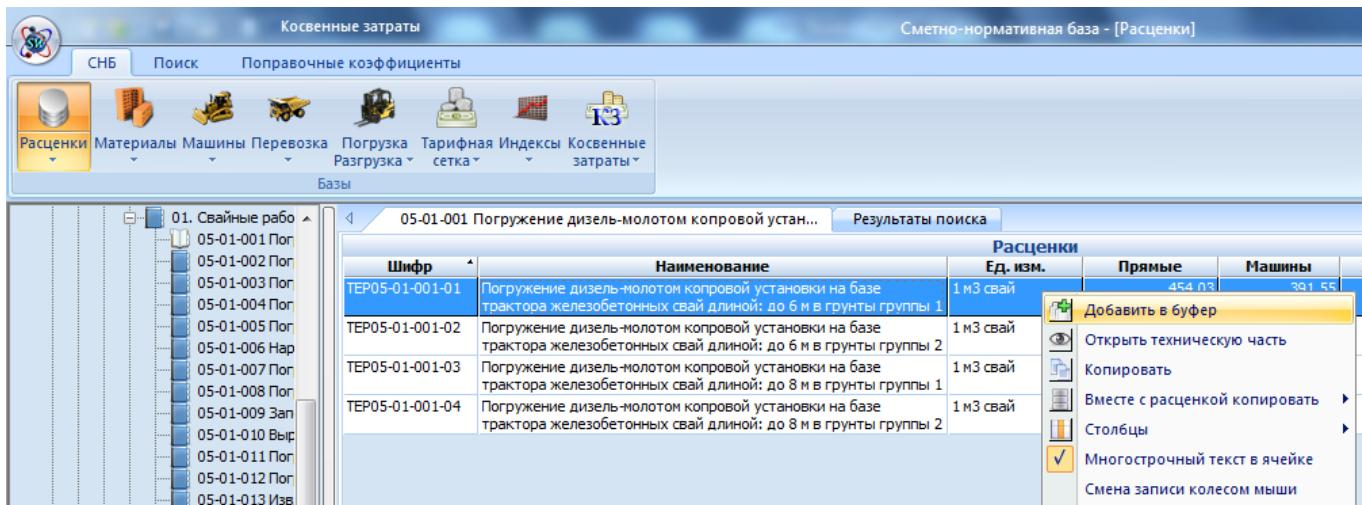

Рис. 4.13 Добавление расценки в буфер
- В открывшемся диалоговом окне **Сметно-нормативная база** выбрать нужные строки и добавить из буфера при помощи команды контекстного меню **Добавить в буфер** (рис. 4.13);